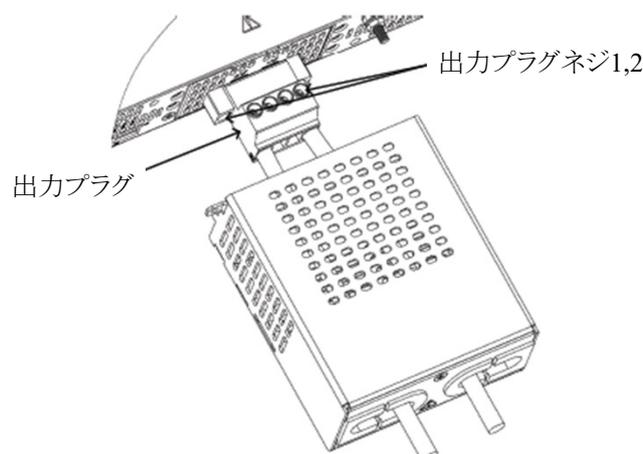

図4-45 出力プラグへの負荷線の接続方法
2. 図4-45に示すように出力プラグ(製品に添付されています)の端子ネジを緩めてください。その後負荷線を出力端子カバーを通して挿入し、負荷線の剥離箇所を出力プラグに挿入し出力プラグネジ1を締めてください。